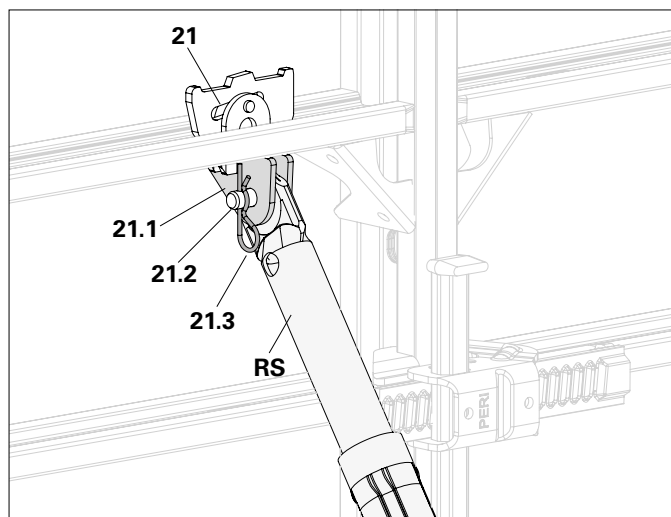

Fig. A6.02
Connecter l'étau tirant-poussant (RS) et les cosses de connexion (**21.1**) avec des boulons (**21.2**) et des goupilles de sécurité (**21.3**). (Fig. A6.02)